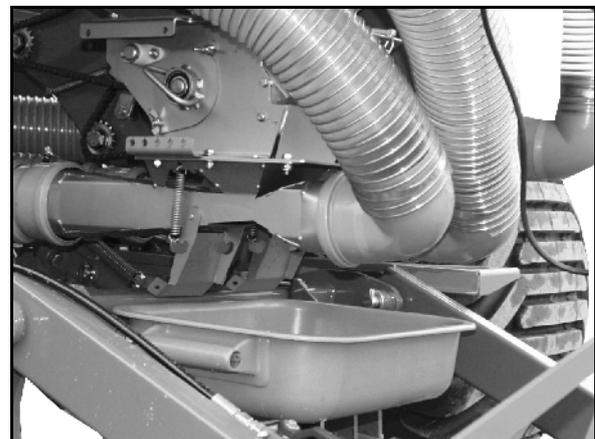

Fig. 96
3. Dispensado de semillas: girar la tolva de dispensado y volver a colocarla sobre el soporte (Fig. 96).